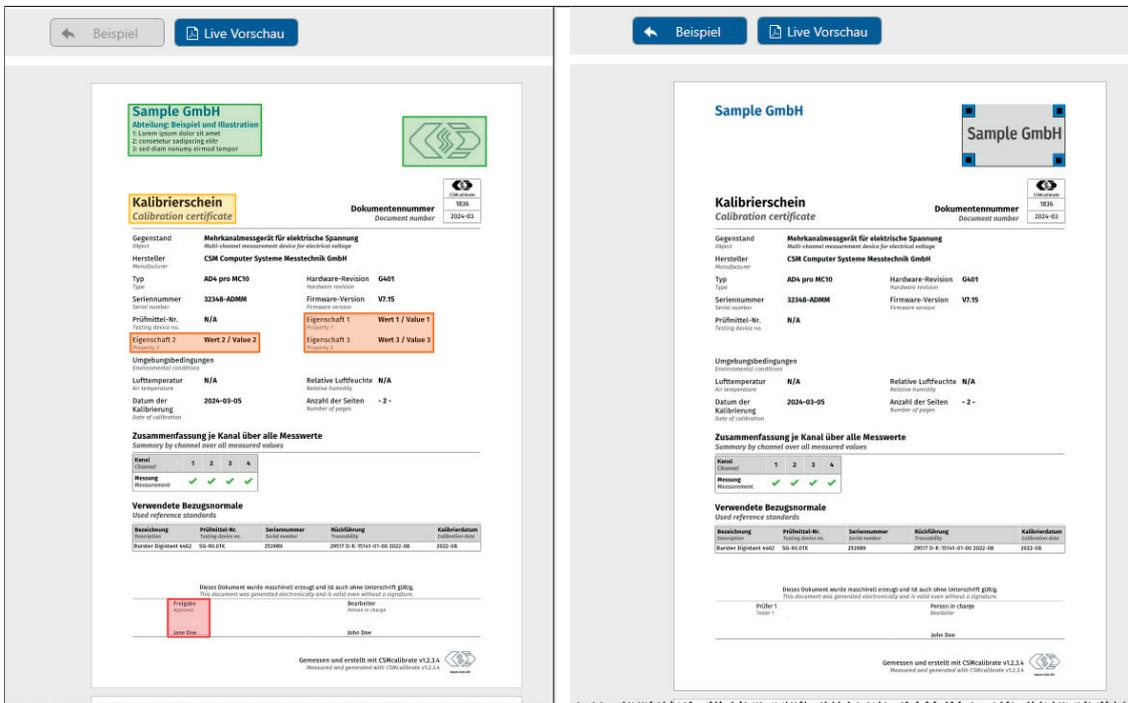

Abb. 3-15: Beispieldokument (links), Live Vorschau (rechts)
- ▶ **Protokolltitel:** Bezeichnung des Dokuments (Kalibrierscheins) in der Haupt- und der Nebensprache (z. B. Deutsch und Englisch); Die Standardtexte sind „Kalibrierschein“ und „Calibration certificate“ (→ Abb. 3-15).
- ▶ **Eigenschaften:** In diese Felder können benutzerdefinierte Eigenschaften eingetragen werden, die im Kalibrierschein stehen sollen (→ Abb. 3-15).
Im Abschnitt **Beispieldokument** wird die Vorlage eines Kalibrierscheins angezeigt. Inhalte, die in Abhängigkeit von benutzerdefinierten Angaben variieren können, sind farbig hervorgehoben (Abb. 3-15, links). Die Farben entsprechen der Farbgebung der Eingabefelder für benutzerdefinierte Angaben in den Kapiteln 3.4.2.2 bis 3.4.2.4.
Über die Schaltfläche **Live Vorschau** wird die Vorschau des Kalibrierscheins (Abb. 3-15, rechts) geöffnet, der gegebenenfalls benutzerdefinierte Änderungen enthält, die den Angaben in Kapitel 3.4.2.2 bis 3.4.2.4 entsprechend vorgenommen wurden. Durch Klicken auf die Schaltfläche **Beispiel** wird wieder die Vorlage des Kalibrierscheins (Abb. 3-15, links) eingeblendet.